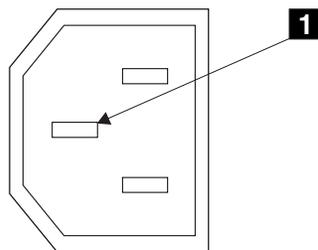

図2. 接地ピン
6. SAN ボリューム・コントローラーのフレームと、図2に見られる各主電源コネクタの接地ピン 1 間の導通を検査します。